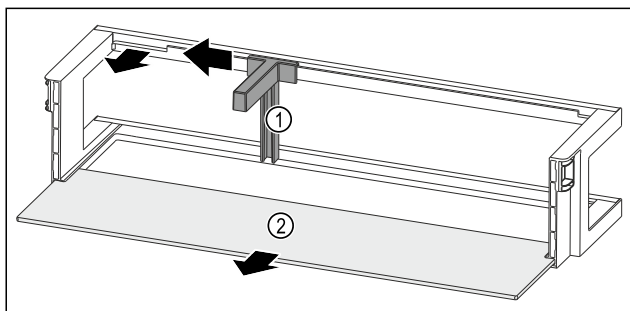

Fig. 252 Türabsteller mit Flaschenhalter und Abstellfläche
- Flaschenhalter Fig. 252 (1) bis zur Aussparung zur Seite schieben.
- Flaschenhalter Fig. 252 (1) entnehmen.
- Abstellfläche Fig. 252 (2) entnehmen.